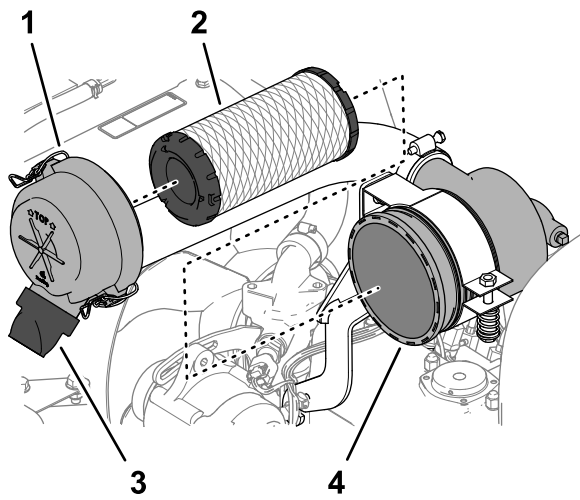

Figure 65
3. Desserrez les fixations qui maintiennent le couvercle sur le boîtier du filtre à air (Figure 65).
6. Retirez l'élément filtrant (Figure 65).
7. Retirez la valve de sortie en caoutchouc (Figure 65) de l'orifice d'éjection des saletés du couvercle du filtre à air.